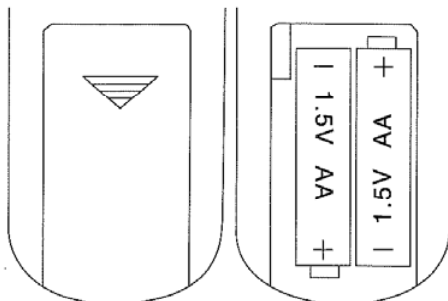
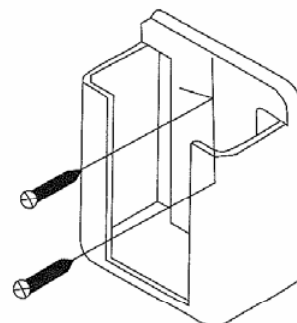

Fig. 3
Fig. 4
3. Para cambiar las pilas del mando a distancia abra el compartimiento de las pilas presionando sobre la tapa con el dedo y deslizándola en la dirección de la flecha. (funciona con dos pilas de 1.5V/ tipo AA). (Fig. 3). Si lo desea puede instalar el soporte del mando a distancia fijándolo con dos tornillos. (Fig. 4)